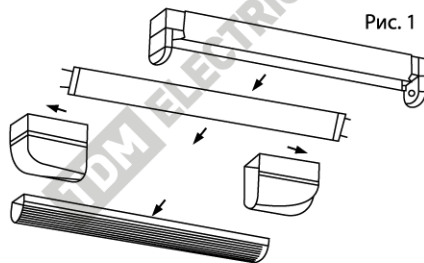

Рис. 1
- снимите со светильника боковые заглушки, рассеиватель и люминесцентную лампу (рис. 1);